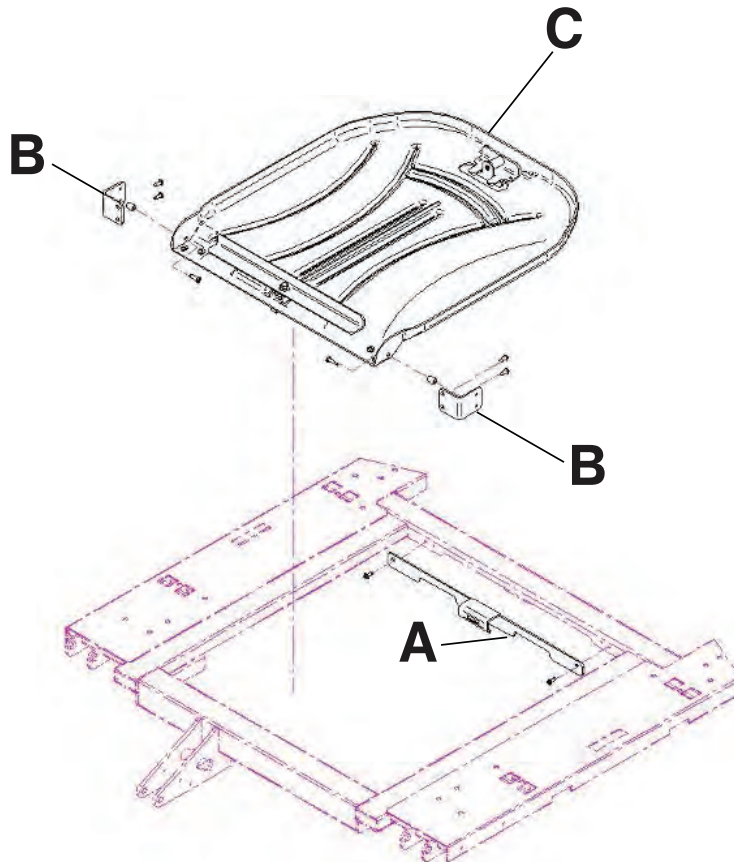

Figure 2-137 : Porte-cassette radio
3. Mettre l'interrupteur des batteries sur la position ARRÊT (O).
5. À l'aide d'un tournevis cruciforme n° 2, installer deux vis pour fixer le raccord (A) sur la partie supérieure du châssis du relève-buste (Figure 2-137 à la page 2-126).
6. À l'aide d'un tournevis cruciforme n° 2, installer quatre vis pour fixer les deux supports à pivot du porte-cassette (B) sur la partie inférieure du châssis du relève-buste (Figure 2-137 à la page 2-126).
7. À l'aide d'un tournevis cruciforme n° 2, installer deux vis et deux pièces d'espacement pour fixer le porte-cassette radio (C) sur les supports à pivot du porte-cassette (B) (Figure 2-137 à la page 2-126).